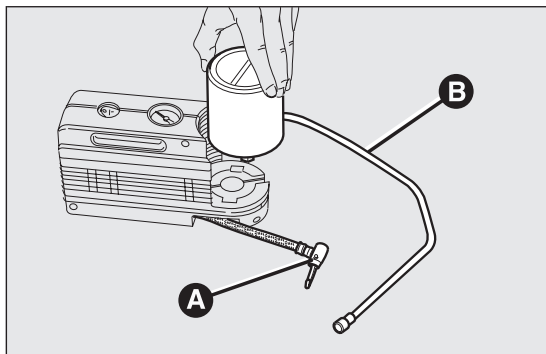

fig. 108
- disinserire l'innesto A fig. 108;
- collegare alla bomboletta l'innesto A e inserire il tubo trasparente B fig. 108 nell'apposito vano.